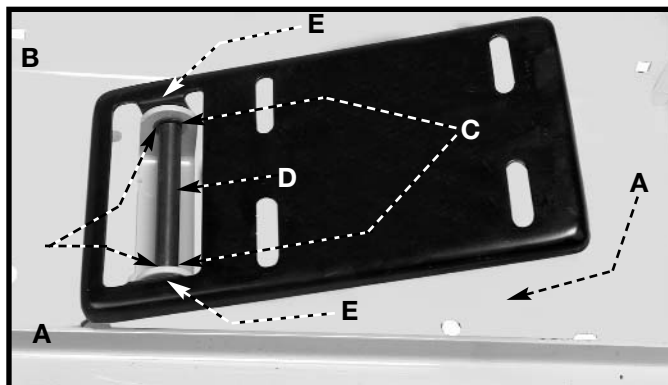

Fig. 11
2. Alinee los dos agujeros de la placa de montaje del motor (E) Fig. 11 con los dos agujeros (B) de la parte superior de la base de soporte (A).
3. Introduzca el eje (D) a través de los agujeros de la placa de montaje del motor y los agujeros de la parte superior de la base de soporte.
4. Sujete los dos anillos en "C" (C) Fig. 11 al eje.